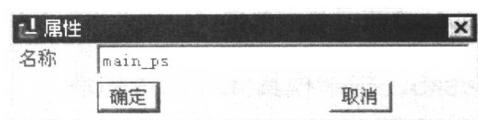

图 1.20 “属性”对话框
Step1. 选择下拉菜单 插入① → 模具几何 → 分型曲面③... 命令。
Step2. 选择下拉菜单 编辑⑤ → 属性⑥ 命令，在如图 1.20 所示的对话框中输入分型面名称 main_ps，单击对话框中的 确定 按钮。